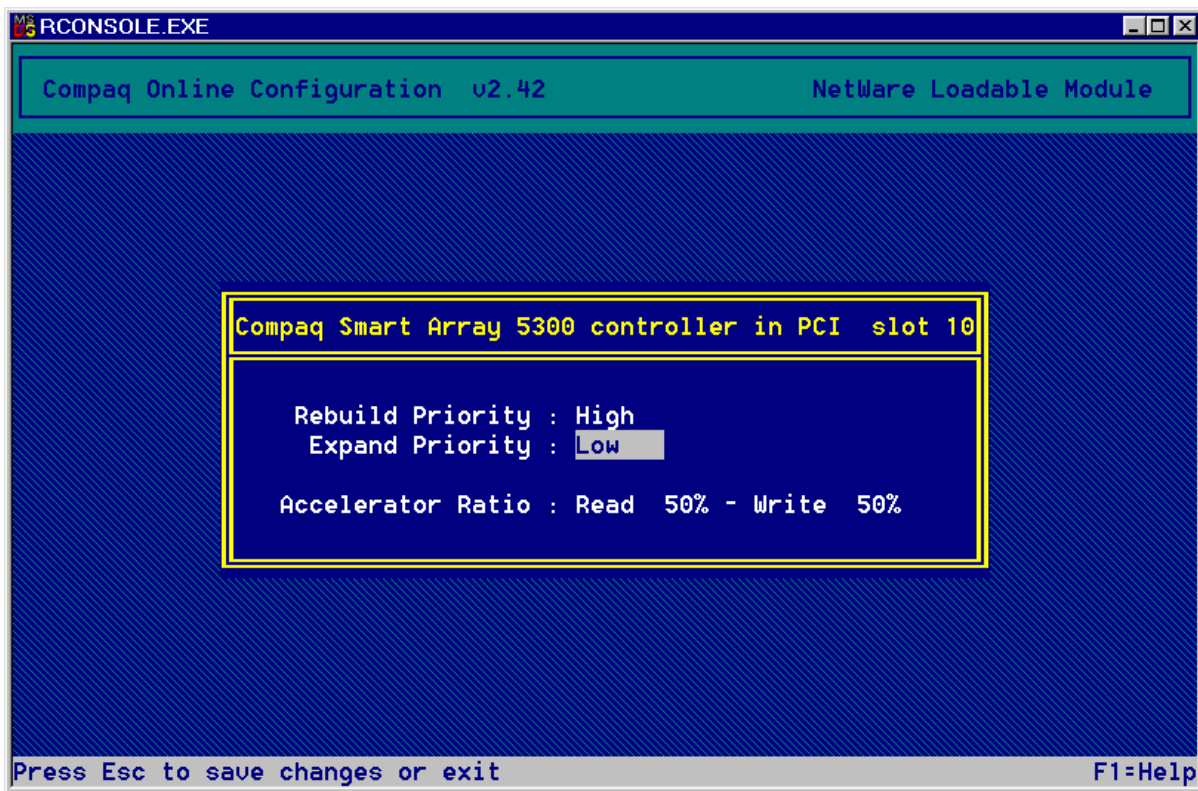

Abbildung 7-23. Bildschirm *Controller Settings* (Controller-Einstellungen)
2. Wählen Sie auf der rechten Seite des Bildschirms die Option *Controller Settings* (Controller-Einstellungen). Der Bildschirm *Controller Settings* (Controller-Einstellungen) wird angezeigt (Abbildung 7-23).